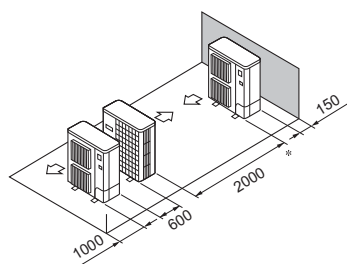

Fig. 3-15
- ⑤ Uppställning med en enstaka parallell enhet (Fig. 3-15)